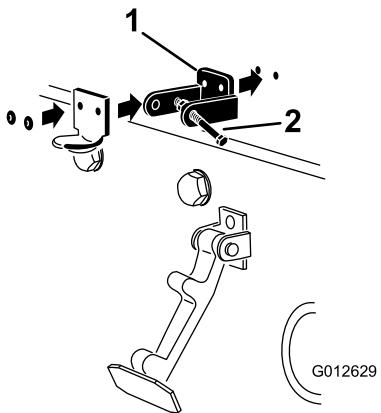

Рисунок 5
4. Совместя монтажные отверстия, поместите стопорный кронштейн стандарта CE и кронштейн защелки капота на капот (Рисунок 5).
6. Приклепайте кронштейны и шайбы к капоту (Рисунок 5).